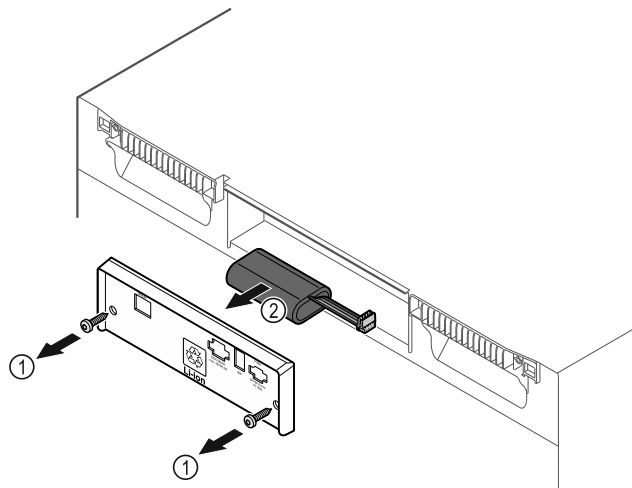

Fig. 186
- ▶ Vyšroubujte šrouby a odstraňte kryt na zadní straně spotřebiče Fig. 186 (1).
- ▶ Odpojte a vyjměte baterii Fig. 186 (2).